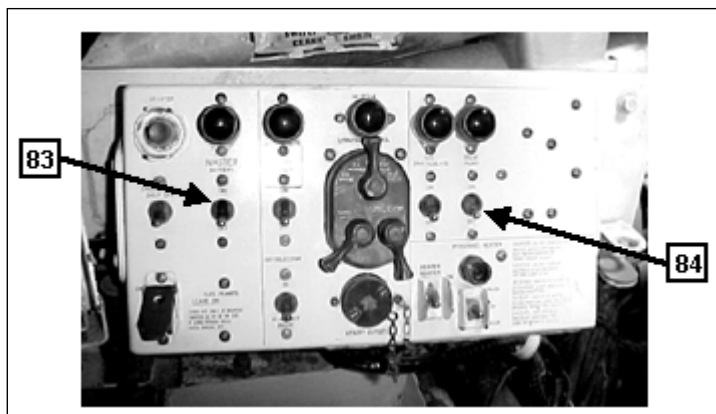

Fig 8-34. Painel principal do motorista
(1) Abaixar o Can manualmente até o máximo.
(2) Desligar todas as chaves elétricas do compartimento do Motr, exceto a chave geral(83) e a da bomba de porão(84). (Fig 8-34)